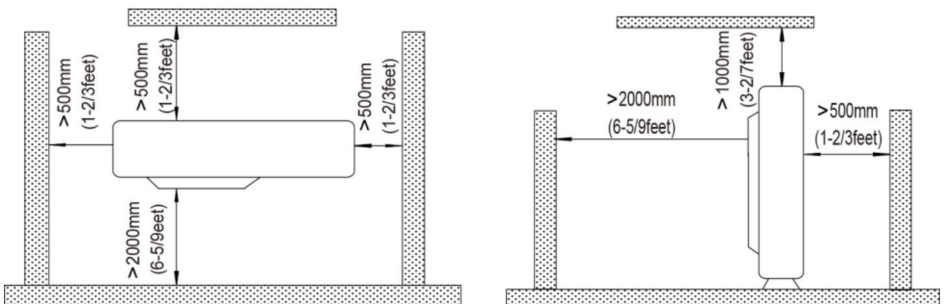

Рис. 3.2
- (7). Забезпечте простір, показаний на рис. 3.2, щоб потік повітря не був блокований. Також для